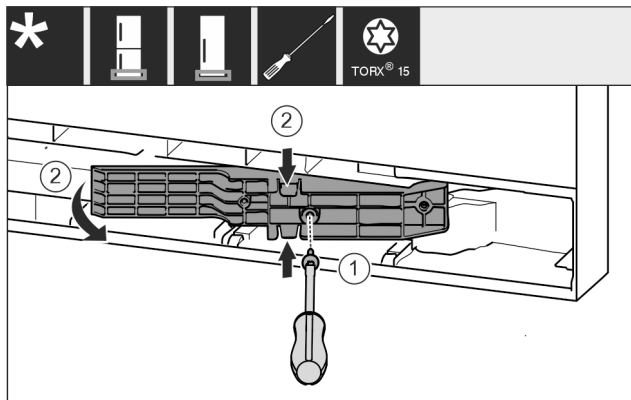

Fig. 8 *
- ▶ Desfaceți șuruburile cu șurubelnița T15. Fig. 8 (1)*
- ▶ Scoateți adaptorul. Fig. 8 (2)*